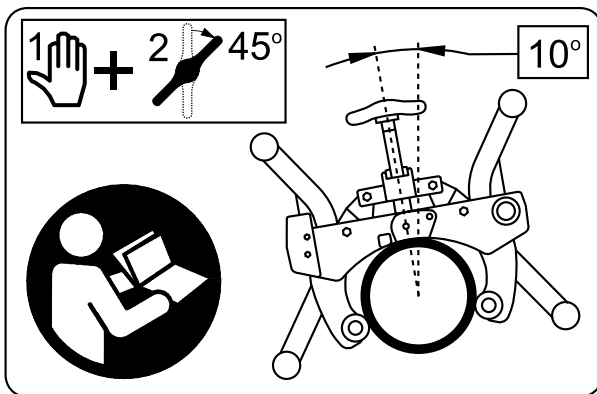

Figura 9 – Colocación de la abrazadera sobre el tubo
- Coloque la abrazadera sobre el tubo, con el tornillo principal formando un ángulo de 10 grados con respecto a la vertical. *Vea la Figura 9.* No coloque el tornillo principal en posición completamente vertical o más inclinado, ya que esto permitiría a la abrazadera rotar alrededor del tubo, impulsada por su propio peso.
- Apriete la mariposa del tornillo de la abrazadera y luego dele una vuelta adicional de un octavo de vuelta (45°) para que el tubo quede agarrado por las ruedas de la abrazadera. *Vea la Figura 9.* Asegure que la abrazadera agarre el tubo firmemente.